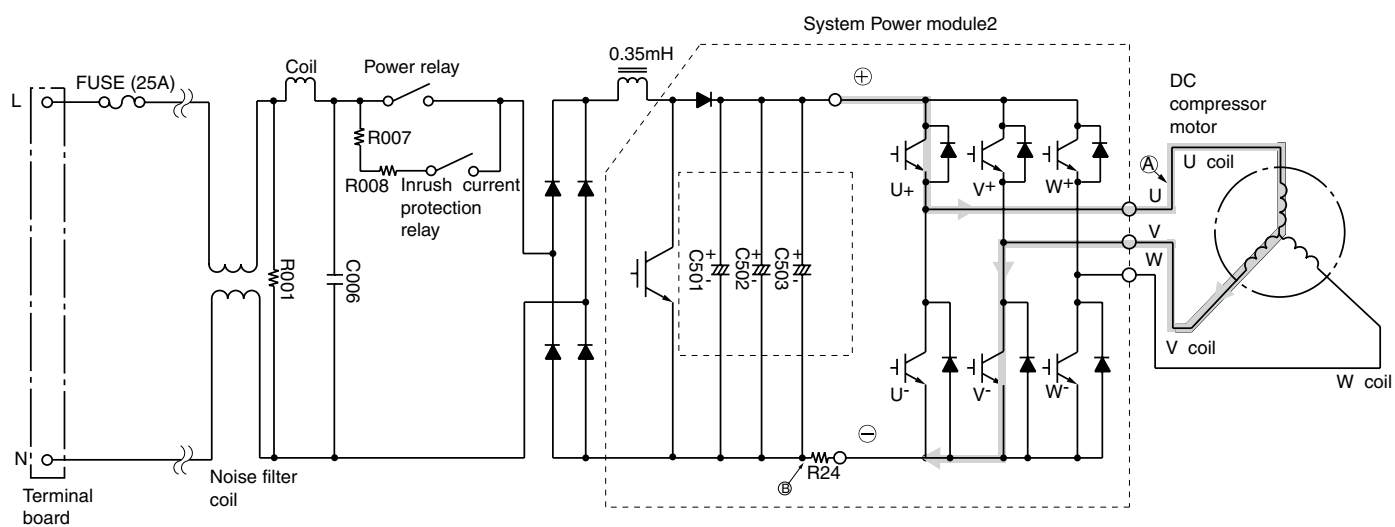

Fig. 3-1 Power module circuit (U^+ is ON, V^- is ON)
- La Fig. 3-1 représente le module d'alimentation et ses circuits périphériques.